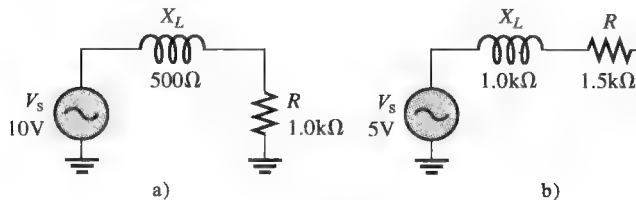

图 12-45
3. 求图 12-45 中每个电路的阻抗。
9. 求图 12-45 中各个电路的电流。